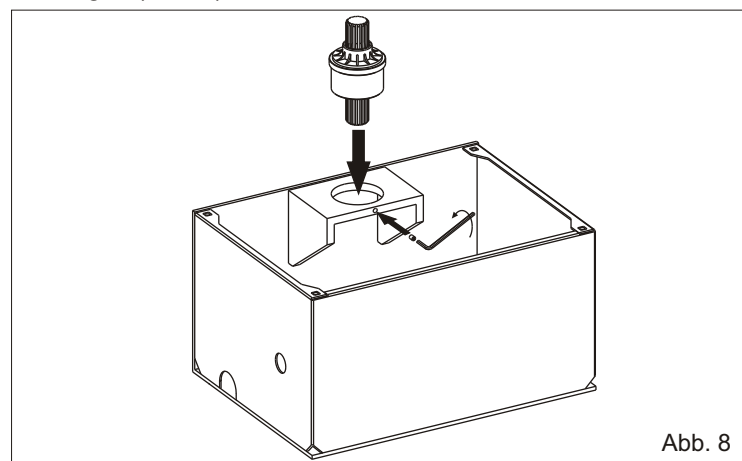

Abb. 8
**2.4.** Die gerillte Verbindungswelle in die obere Öffnung des Gehäuses einsetzen und mit der dafür vorgesehenen Schraube befestigen (Abb. 8)